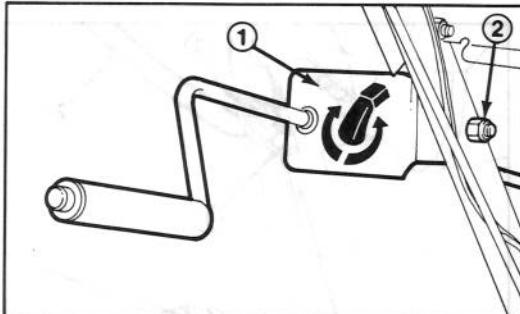
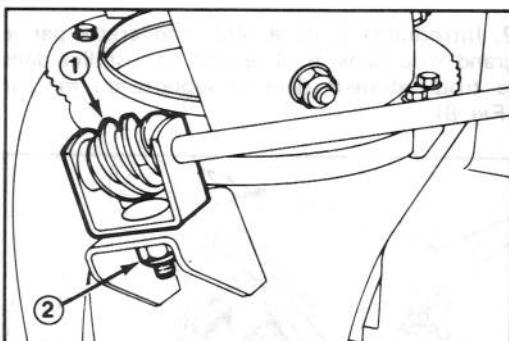

Figure 9
Figure 10
1. Fixez le support et la tige de commande de l'éjecteur sur le côté gauche du mancheron à l'aide de la vis à tête et de l'écrou de blocage. Laissez l'écrou desserré jusqu'à ce que l'ensemble soit complètement monté (Fig. 9).
2. Appliquez de la graisse à toutes fins No. 2 sur la vis sans fin, et montez la vis sans din et son support sur la collierette de montage. Fixez à l'aide de la rondelle pyramidale et de l'écrou de blocage (Fig. 10).
3. Glissez la vis sans fin dans les dents de l'anneau de retenue de l'éjecteur et serrez l'écrou de blocage (Fig. 10). Serrez ensuite l'écrou de blocage qui fixe le support de la tige de commande d'éjecteur au mancheron gauche (Fig. 9).